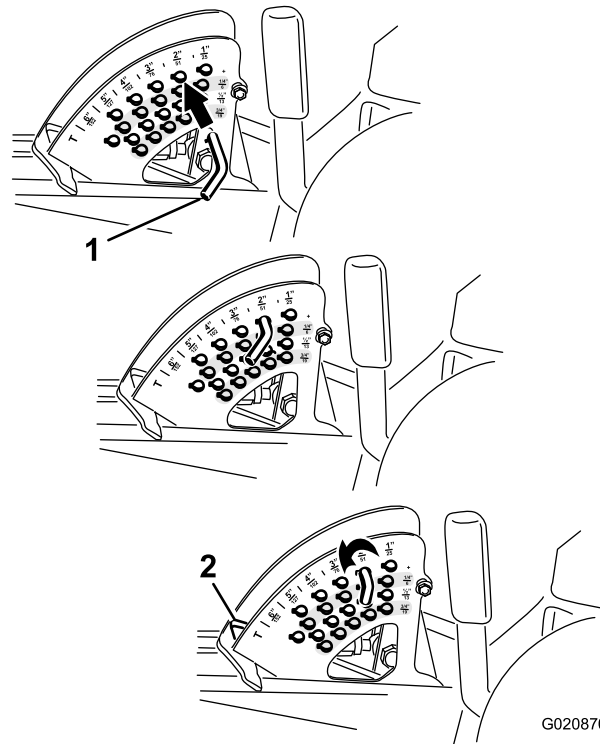

Figura 20
taglio (pagina 27)) e inseritela nella posizione dell'altezza di taglio di 15 cm (Figura 20).
2. Per regolare, girate la spina di arresto fin quando la spina interna non è allineata con gli intagli previsti nei fori della staffa dell'altezza di taglio, e toglietela (Figura 20).
3. Nella staffa dell'altezza di taglio scegliete un foro corrispondente all'altezza di taglio richiesta, inserite la spina e bloccatela per mantenere questa posizione (Figura 20).
Nota: Vi sono 4 file di fori di posizionamento (Figura 20). La fila superiore fornisce l'altezza di taglio elencata sopra la spina. La seconda fila fornisce l'altezza elencata più 6 mm. La terza fila fornisce l'altezza elencata più